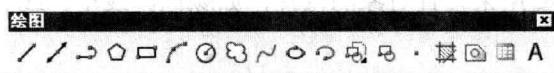

图 1.4
(2) 用鼠标指向任何图形工具栏并点击右键，即可打开图形工具栏对话菜单，对话菜单中有许多工具栏目，只要在其前面点一下，即可随时打开或关闭对应工具栏。
(3) 在绘图区单击鼠标右键，弹出快捷菜单，选择“重复工具栏”，也可打开工具栏。图形工具栏样式如图 1.4 所示。用鼠标点住图形工具栏的边框，可以将其拖至屏幕上任意合适的位置，以方便使用。